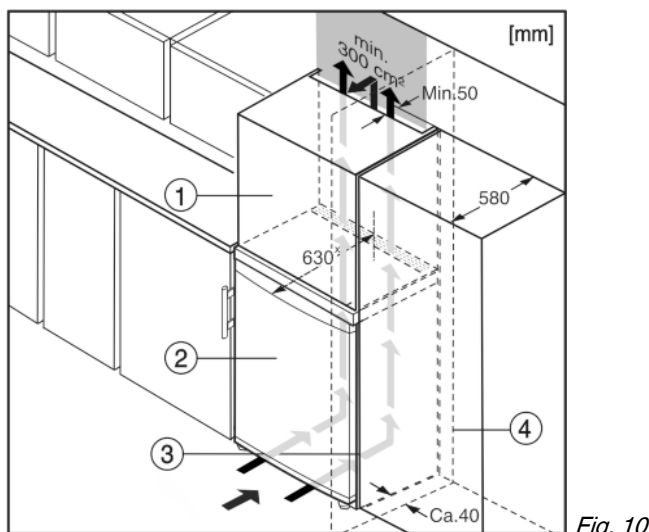

Fig. 10
Das Gerät kann mit Küchenschränken umbaut werden. Um das Gerät Fig. 10 (2) der Küchenzeilenhöhe anzugleichen, kann über dem Gerät ein Aufsatzschrank Fig. 10 (1) angebracht werden.
Beim Umbau mit Küchenschränken (Tiefe max. 580 mm) kann das Gerät direkt neben dem Küchenschrank Fig. 10 (3) aufgestellt werden. Das Gerät steht seitlich 34 mm* und in der Gerätemitte 50 mm* gegenüber der Küchenschrankfront vor.
Wenn das Gerät mit den Scharnieren neben einer Wand Fig. 10 (4) aufgestellt wird, muss der Abstand zwischen Gerät und Wand mindestens 40 mm betragen. Dies entspricht dem Griffüberstand bei geöffneter Tür.